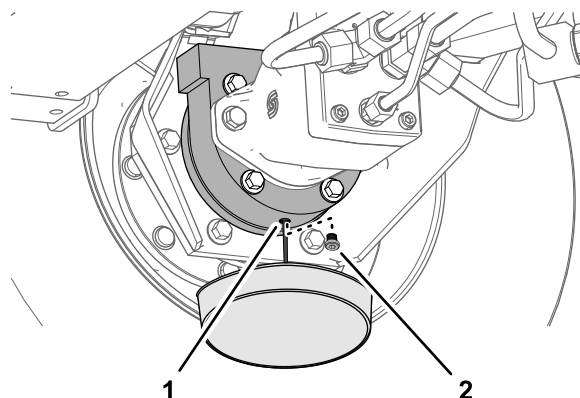

Figure 93
6. Placez un bac de vidange sous le carter de frein, enlevez le bouchon de vidange et vidangez toute l'huile (Figure 93).